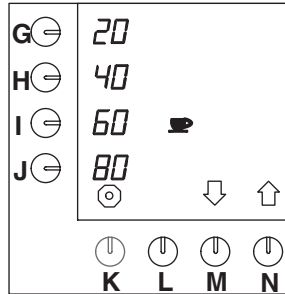

Fig. 35 Wijzigen voorgeprogrammeerde keuzetoetsen voor kopjes
- Druk op selectietoets (N.)↑ tot fig. 35 in het display verschijnt.